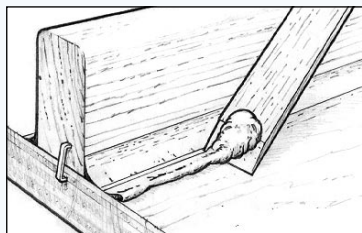

Figura 14 Rimuovere la resina in eccesso che si forma all'esterno del bordo del cordolo.
3. Rimuovere il materiale in eccesso che si forma all'esterno del bordo utilizzando un'asta di miscelazione o una spatola per stucco (Figura 14). Applicare la fibra di vetro o il nastro sull'area del cordolo prima che questo catalizzi (o dopo che il cordolo è catalizzato e dopo aver carteggiato).